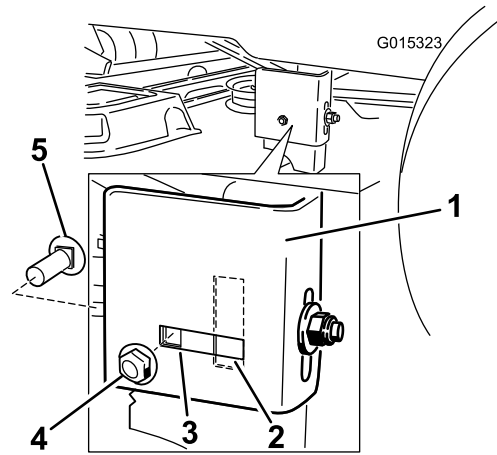

**Figura 50**
7. Vaya al lado izquierdo de la máquina. Compruebe si el perno de cuello cuadrado lateral está en la posición fija o ranurada (Figura 50).